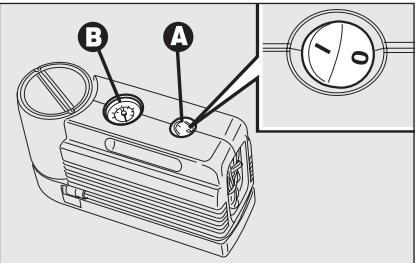
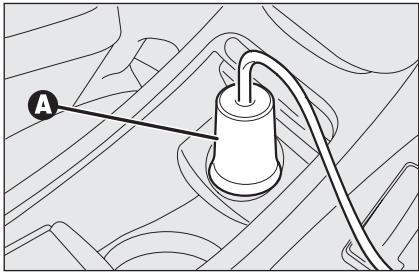

fig. 19
fig. 20
- asegúrese de que el interruptor **A**-**fig. 19** del compresor esté en posición **0** (apagado), ponga en marcha el motor, enchufe la clavija **A**-**fig. 20** en la toma de corriente / encendedor en el túnel anterior y accione el compresor llevando el interruptor **A-fig. 19** a la posición **I** (encendido);
- inflé el neumático hasta la presión prescrita en el apartado "Ruedas" en el capítulo "Datos Técnicos". Para obtener una lectura más precisa, se aconseja controlar el valor de la presión en el manómetro **B-fig. 19** con el compresor apagado;